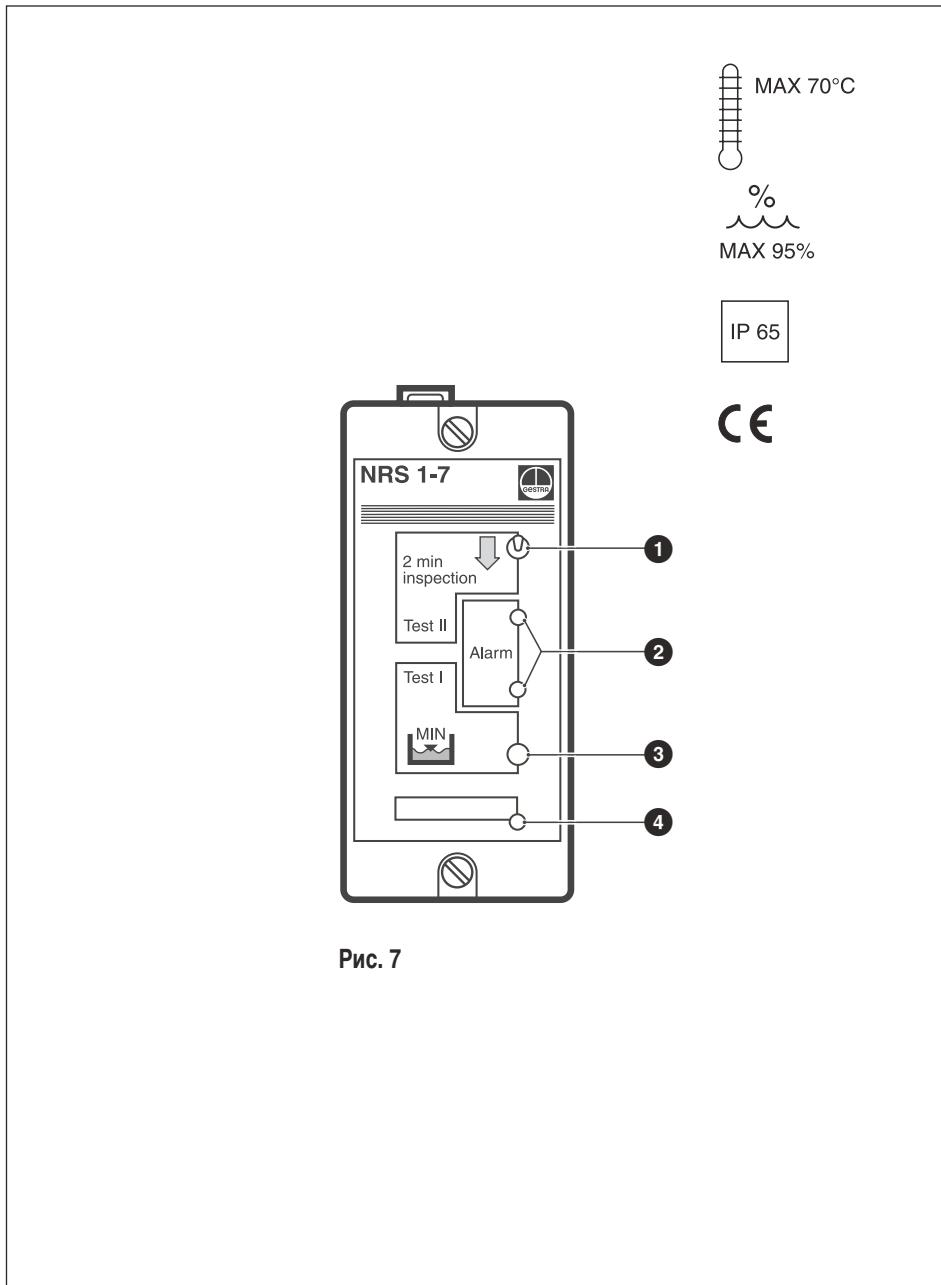

Рис. 7
2. После подачи питающего напряжения зеленый светодиод **④** должен постоянно светиться, **Рис. 7**.
5. Понижайте уровень воды в котле до уровня ниже минимального. С соответствующей задержкой в контроллере должны загореться два светодиода **②**. Если в этой фазе проводится процедура самопроверки, то время задержки удваивается.
6. Сигнал «Низкий уровень» можно симулировать нажатием кнопки «Test 1» **③** с находящимся в воде электродом датчика. Удерживайте кнопку в нажатом состоянии до истечения времени задержки. Должны загореться два красных светодиода **②**.
7. Схема проверки контроллера также может быть проверена. Переключите тумблер «Test 2/ Inspection» **①** в направлении стрелки при погруженном электроде. Максимум через две минуты светодиоды **②** должны сигнализировать о низком уровне. При этом Кнопка «Test 1» **③** не должна быть задействована, а уровень не должен опуститься ниже минимального.